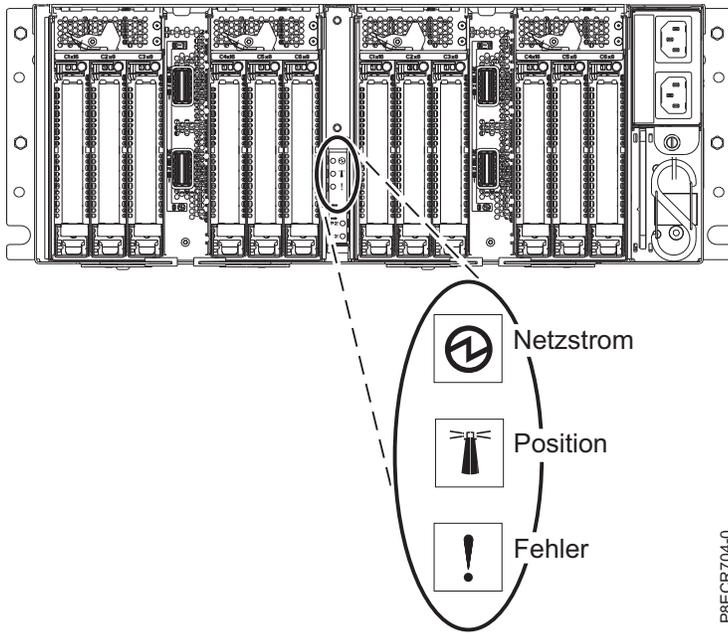

Abbildung 9. Rückseitige Betriebsanzeige für den Einschub für EMX0-PCIe3-Erweiterungen
5. Stellen Sie sicher, dass die rückseitige Betriebsanzeige an Ihrem Einschub für EMX0-PCIe3-Erweiterungen eingeschaltet ist (siehe Abb. 9 auf Seite 8).